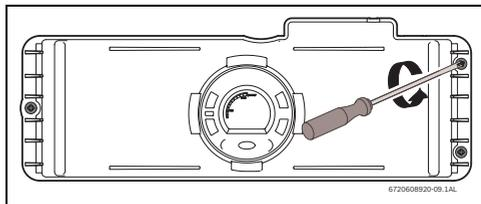
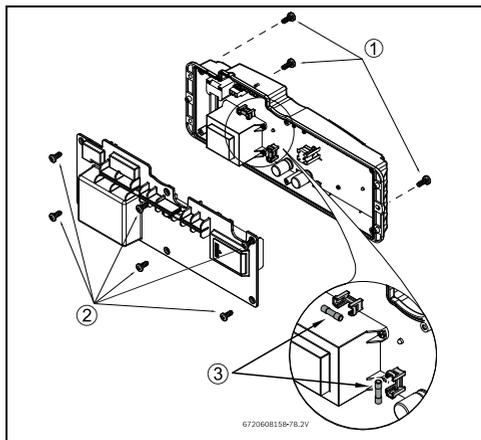

Fig. 40
Fig. 41 Emplacement des fusibles
- ▶ Desserrer trois vis sur le panneau frontal du boîtier électronique (Fig. 40 et Fig. 41, pos. 1).
- ▶ Tirer le boîtier électronique afin d'accéder aux six vis situées sur la partie arrière et les retirer (Fig. 41, pos. 2).
- ▶ Après avoir vérifié les fusibles (Fig. 41, pos. 3), procéder à l'assemblage de tous les composants dans l'ordre inverse.